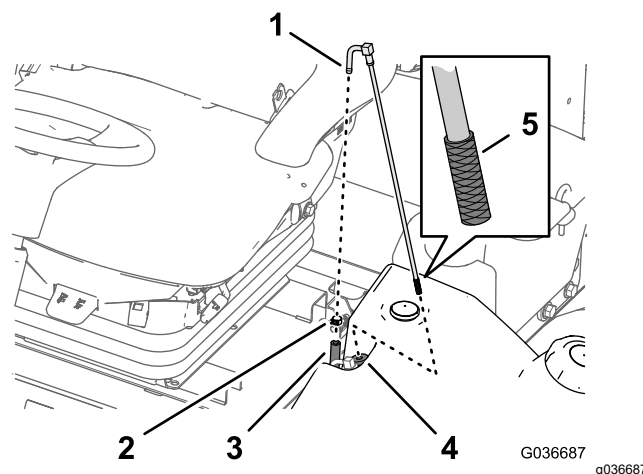

Figura 97
1. Îndepărtați clema de furtun care fixează furtunul de alimentare cu combustibil pe racordul tubului de colectare a combustibilului (Figura 97).
2. Îndepărtați furtunul de la racord (Figura 97).
3. Ridicați tubul de colectare a combustibilului din rezervorul de combustibil (Figura 97).
4. Curățați orice reziduuri de pe ecranul de la capătul tubului de colectare a combustibilului (Figura 97).
5. Introduceți tubul de colectare a combustibilului în rezervor prin buca din cauciuc (Figura 97).